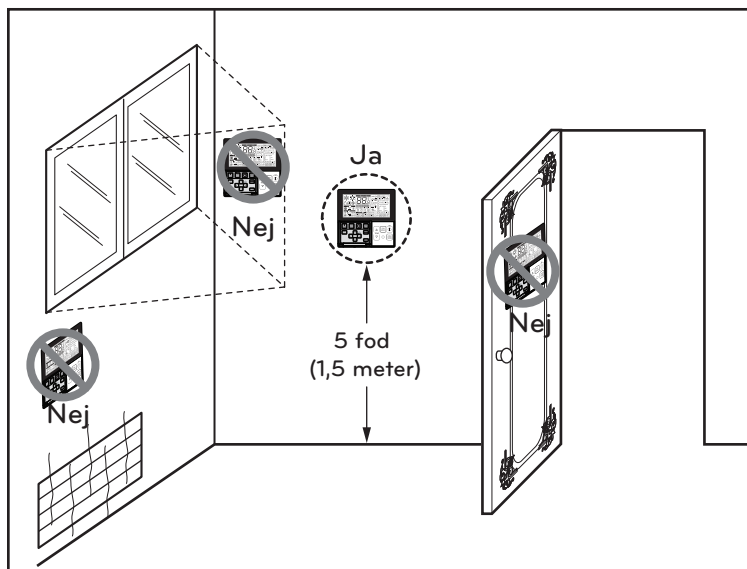

Fig. 1 Typiske placeringer af fjernbetjening
- Denne fjernbetjening er udstyret med et LED-display med syv segmenter. For korrekt visning af fjernbetjeningens LED, skal fjernbetjeningen installeres korrekt, som vist på Fig.1. (Standardhøjden er 1,2~1,5m fra gulvniveau.)